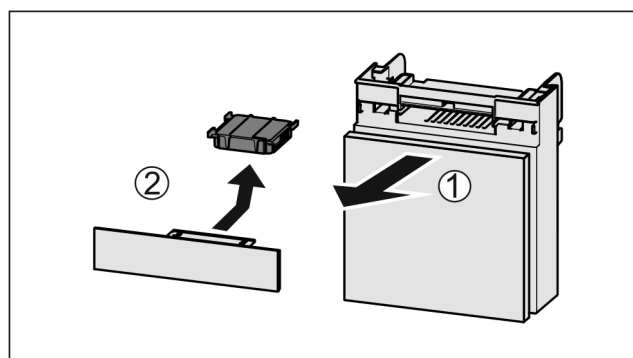

Fig. 111
- ▶ Estrarre il vano tirando in avanti Fig. 111 (1).
- ▶ Rimuovere il filtro a carboni attivi Fig. 111 (2).